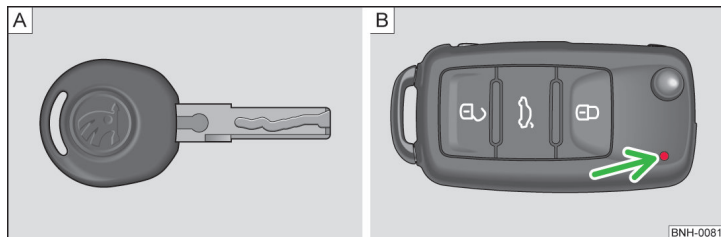
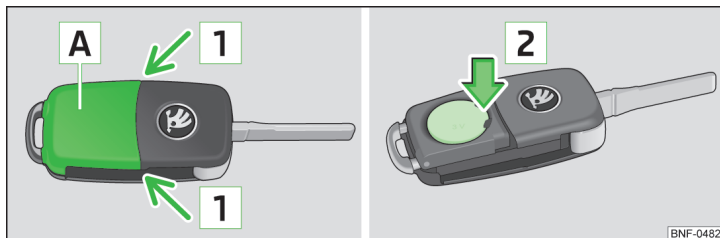

Fig. 26 Chiave: senza telecomando / con telecomando
Fig. 27 Chiave con comando a distanza: Rimozione del coperchio / rimozione della batteria
Con il veicolo vengono consegnate due chiavi. A seconda dell'allestimento, il veicolo può essere dotato di chiavi senza telecomando » fig. 26 [A] o con telecomando » fig. 26 [B].
Ogni chiave con comando a distanza contiene una batteria, disposta sotto il coperchio **A** » fig. 27. Quando la batteria è scarica, premendo un tasto della chiave con comando a distanza, la spia di controllo rossa » fig. 26 a pagina 48 - **B** non lampeggia. Si raccomanda di fare sostituire la batteria della chiave presso un'officina autorizzata. Qualora si desideri comunque sostituire in prima persona la batteria scarica, procedere come segue:
- Premere il coperchio della batteria con il pollice oppure con un cacciavite piatto in corrispondenza della freccia **1** » fig. 27.